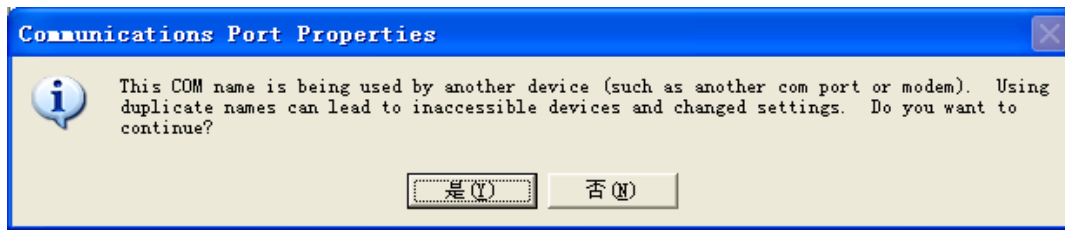

图 3-27
3、单击 “OK”，跳出 Communications Port Properties 对话框，显示如图 3-27；